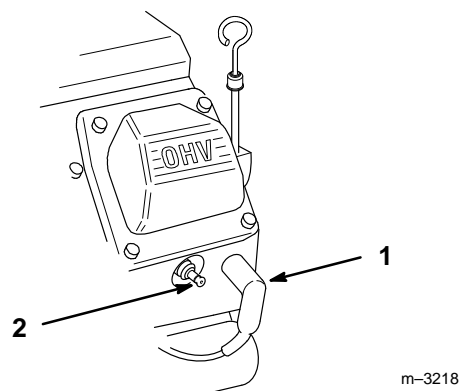

Figure 26
2. Débrancher le(s) fil(s) de la/des bougies (Fig. 26). Nettoyer tout autour des bougies pour éviter l'introduction de saleté dommageable pour le moteur.
3. Reconnecter les fils des bougies (Fig. 26).